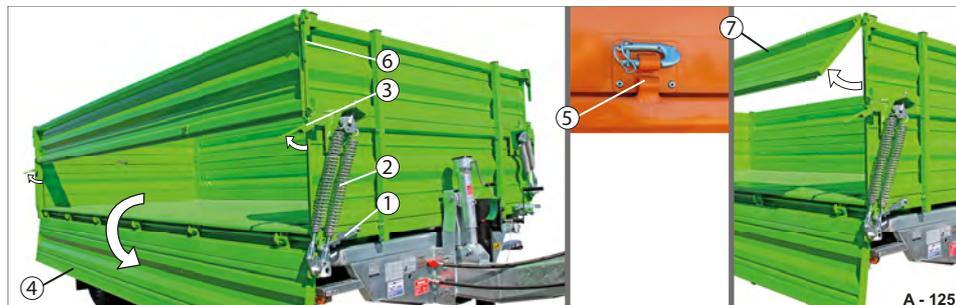

Abb. 130 Bordwandaufsatz mit Grundbordwand im Verbund abgeklappt
Die Zentralverriegelung (Abb. 130/1) und die Verschlässe des Bordwandaufsatzes (Abb. 130/6) müssen geschlossen bleiben!
- ▶ Entsichern Sie die Scharniere (Abb. 130/5).
- ▶ Entriegeln Sie die Verschlässe (Abb. 130/3) der Grundbordwand.
- ▶ Halten Sie die Grundbordwand (Abb. 130/4) fest und klappen Sie diese langsam / kontrolliert herunter. Die Grundbordwand hängt an den Verschlussstellen der Zentralverriegelung.
- ▶ Klappen Sie die Grundbordwand (Abb. 130/4) hoch. Die Hebefedern unterstützen Sie dabei.
- ▶ Verriegeln Sie die Verschlässe der Grundbordwand (Abb. 130/3).
- ▶ Verriegeln Sie die Verschlüsse der Grundbordwand (Abb. 130/3).